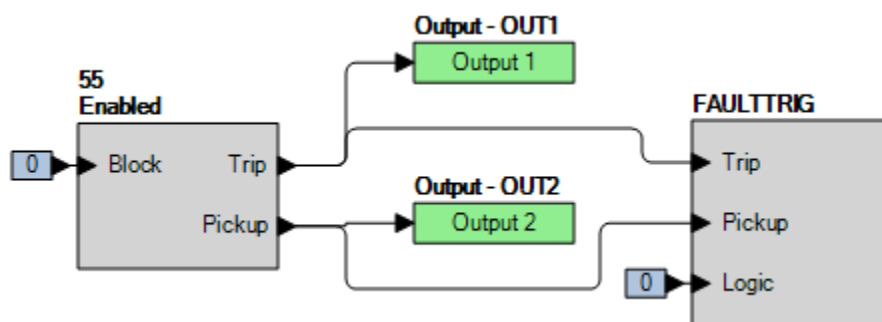

Figura 69-1. Ajustes de BESTlogicPlus
Paso 2: Utilice BESTCOMSPlus para configurar la Lógica programable de BESTlogicPlus, como se muestra en la Figura 69-1.
Paso 4: Prepárese para monitorear la operación de la función 55. El funcionamiento se puede verificar monitoreando OUT1 (consulte la Figura 69-1).